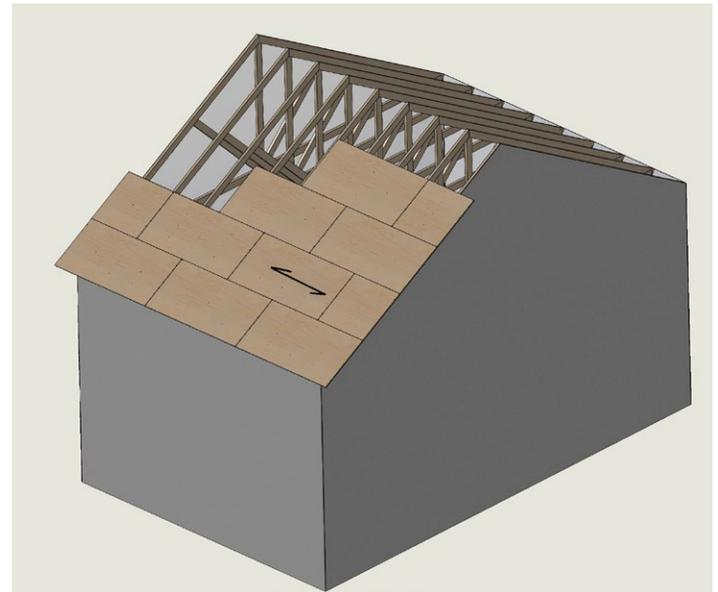

Abb. 9
- Die kurzen Kanten sollten zueinander versetzt angeordnet werden; dies wird als „versetzte Fuge“ bezeichnet (siehe Abb. 9).